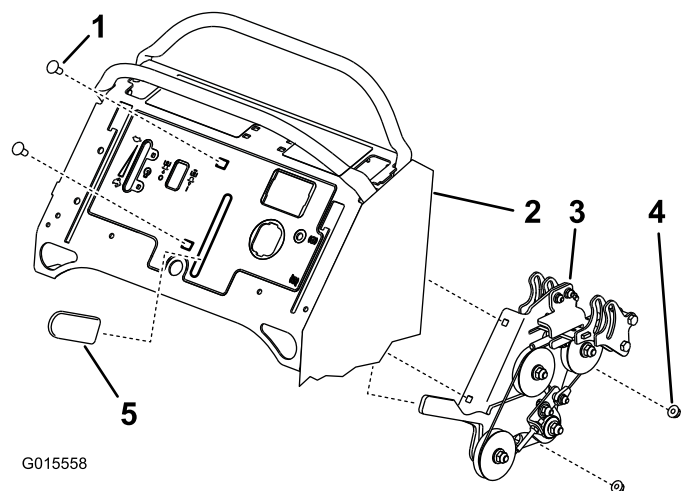

図 11
- 速度コントロール・アセンブリをタワーに取り付ける；キャリッジボルト (5/16 x 1 インチ) (2本) とフランジナット (5/16 インチ) (2個) を使用する (図 11)。
- 速度コントロールレバーにゴム製グリップを取り付ける (図 11)。